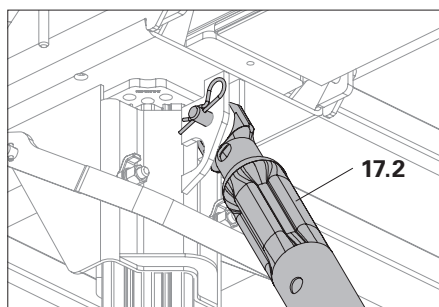
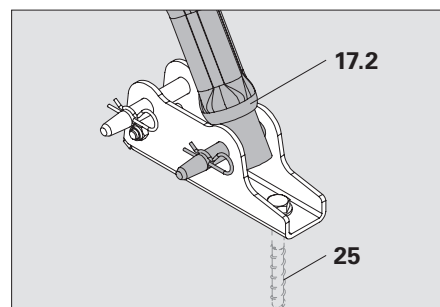

Fig. A4.04a
Fig. A4.04b
- Puntello di stabilizzazione RS (17.2), resistente a trazione e compressione, con perno Ø 16 x 42, perno Ø 20 x 140, inserto a molla 4/1 e piastra base-2 per RS (18). (Fig. A4.04a + Fig. A4.04b)